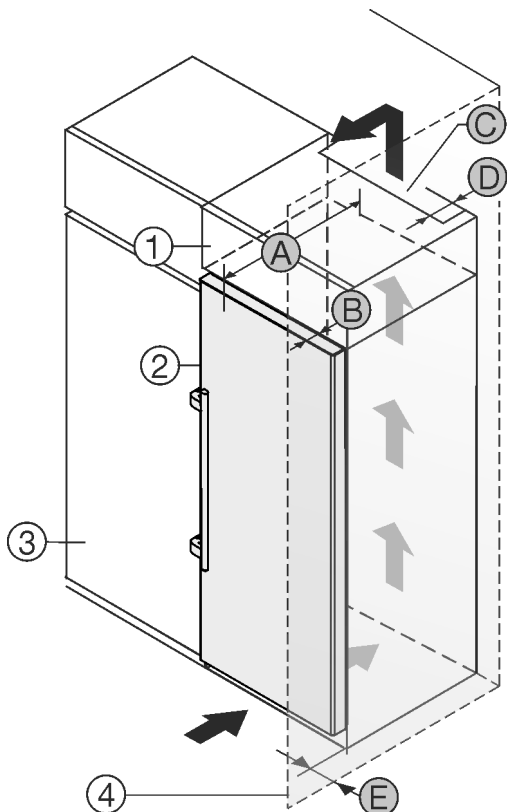

Fig. 2
Non collocare l'apparecchiatura accanto al mobile da cucina Fig. 2 (3)*.
Sul lato posteriore dell'armadietto sovrapponibile deve essere presente un vano di scarico dell'aria con la profondità Fig. 2 (D) che attraversa l'intera larghezza dell'armadietto sovrapponibile.*
Sotto al soffitto deve essere presente la sezione di ventilazione Fig. 2 (C)*.
Se l'apparecchiatura con cerniere viene installata accanto a una parete Fig. 2 (4), la distanza minima fra l'apparecchiatura e la parete deve essere almeno di 57 mm, che corrisponde alla sporgenza della maniglia a porta aperta.*
Per poter aprire completamente le porte, l'apparecchiatura deve sporgere almeno della profondità della porta Fig. 2 (B) rispetto al frontale del mobile da cucina. L'apparecchiatura può sporgere ulteriormente a seconda della profondità dei mobili da cucina Fig. 2 (3) e dell'utilizzo di distanziatori a parete.*